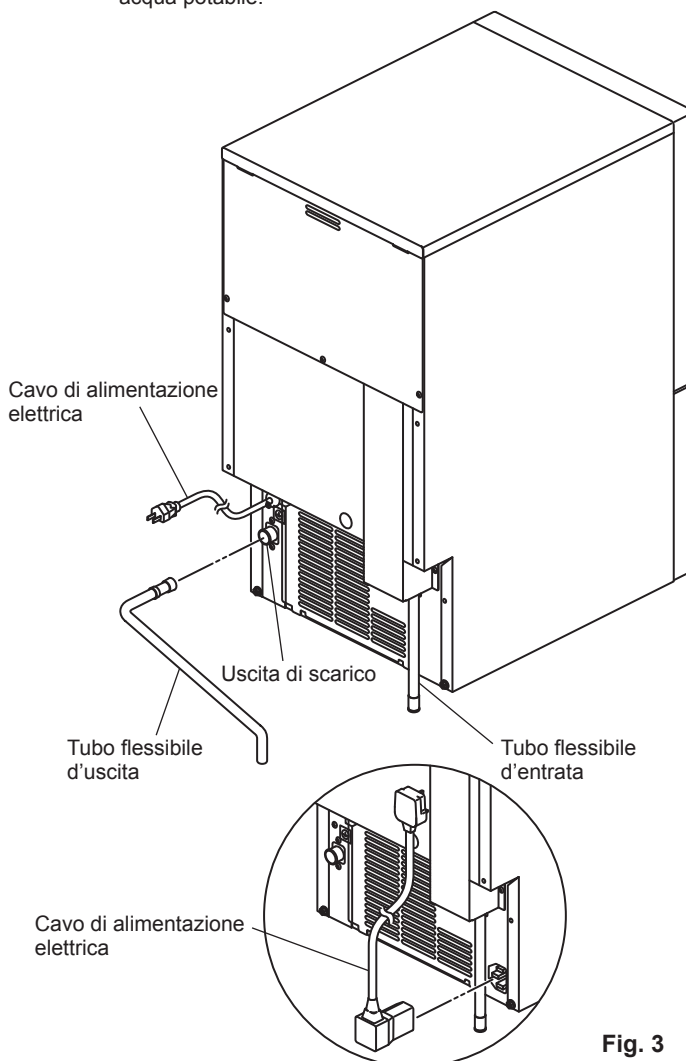

Fig. 3
- 2) Serrare a mano il tubo di uscita (flessibile grigio, accessori) al raccordo sul retro della macchina come indicato (Fig. 3), facendo attenzione che la rondella di tenuta in gomma sia posizionata in modo corretto, per garantire un accoppiamento a tenuta. Il tubo può essere tagliato alla lunghezza necessaria per adattarsi alla posizione dello scarico principale. Per prevenire perdite d'acqua, fissare il tubo flessibile di uscita all'uscita di scarico mediante una fascetta per tubi flessibili.